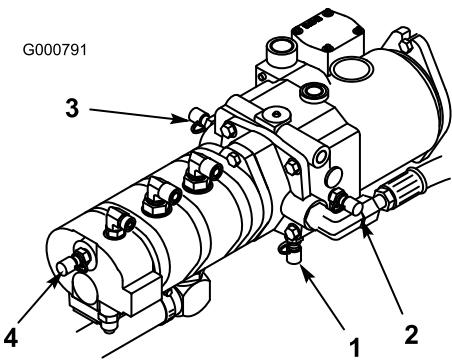

Figura 82
4. A porta de teste D encontra-se localizada no fundo da transmissão hidrostática (Figura 82) e é utilizada para medir a pressão de carga da transmissão.
5. A porta de teste E é utilizada para medir a pressão da tração em frente (Figura 82).
6. A porta de teste F é utilizada para medir a pressão da tração em marcha-atrás (Figura 82).
7. A porta de teste G é utilizada para medir a pressão do circuito da direção (Figura 82).